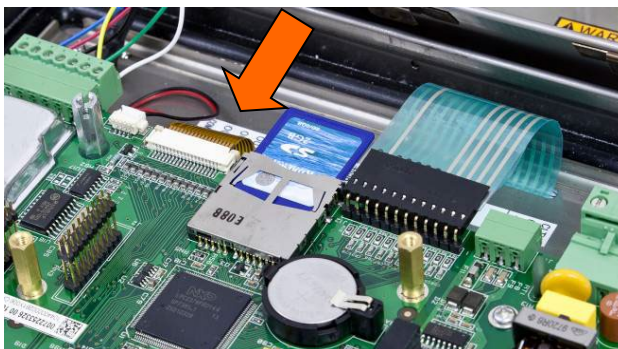

Figure 5-9: Insertion de la carte Mémoire SD
1. Mettez hors tension le terminal et insérez la carte mémoire SD si elle n'est pas déjà installée. Reportez-vous à la Figure 5-9 pour l'emplacement de la carte mémoire SD.